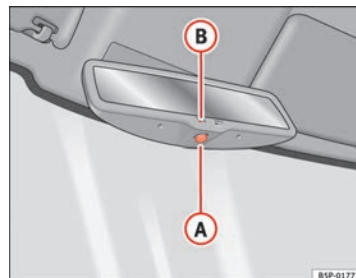

Fig. 64 Specchio retrovisore interno fotocromatico
- Premere il tasto **A** ⇒ fig. 64. La spia **B** si spegne.
- Premere il tasto **A** ⇒ fig. 64. La spia si accende.